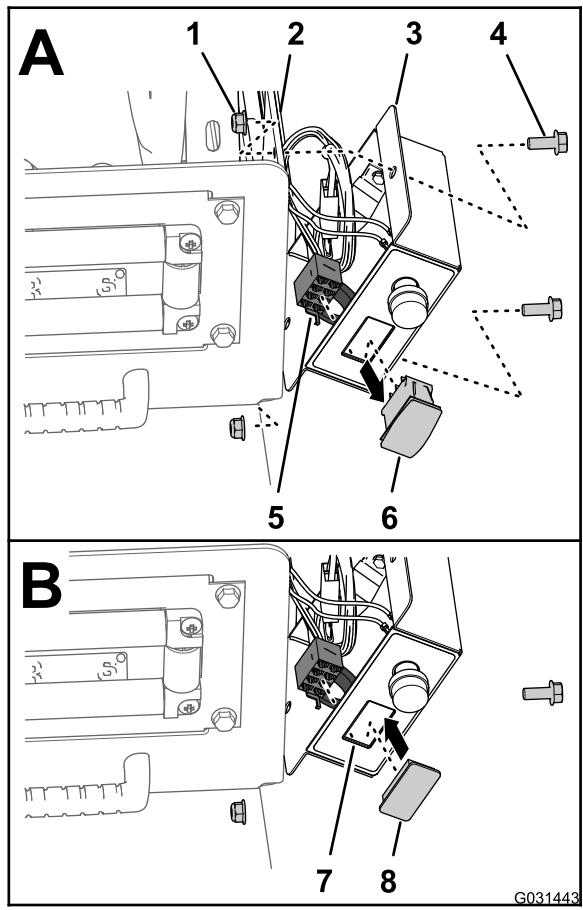

図 7
1. コントロールボックスをリール取り付けプレートに固定しているボルト $5/16" \times 3/4"$ 2本とロックナット $5/16" 2$ 個を取り外す図 7。
2. 水圧制御スイッチから、コントロールボックス用の8ソケットコネクタを外す図7。
3. 8ソケットコネクタをコントロールボックス内部に引き込む図7。
4. 水圧制御スイッチのロックタブをつまんで、スイッチをコントロールボックスの外に押し出す図7。
5. スイッチを外したところコントロールボックス開口に、スイッチプラグを合わせる図7。
6. コントロールボックス内部にスイッチプラグを入れ、プラグがカバーにパチンと音を立ててはまるまで押し込む図7。
7. コントロールボックスをリール取り付けプレート図7に固定するボルト $5/16" \times 3/4"$ 2本と、ロックナット $5/16"$ 2個を使用。